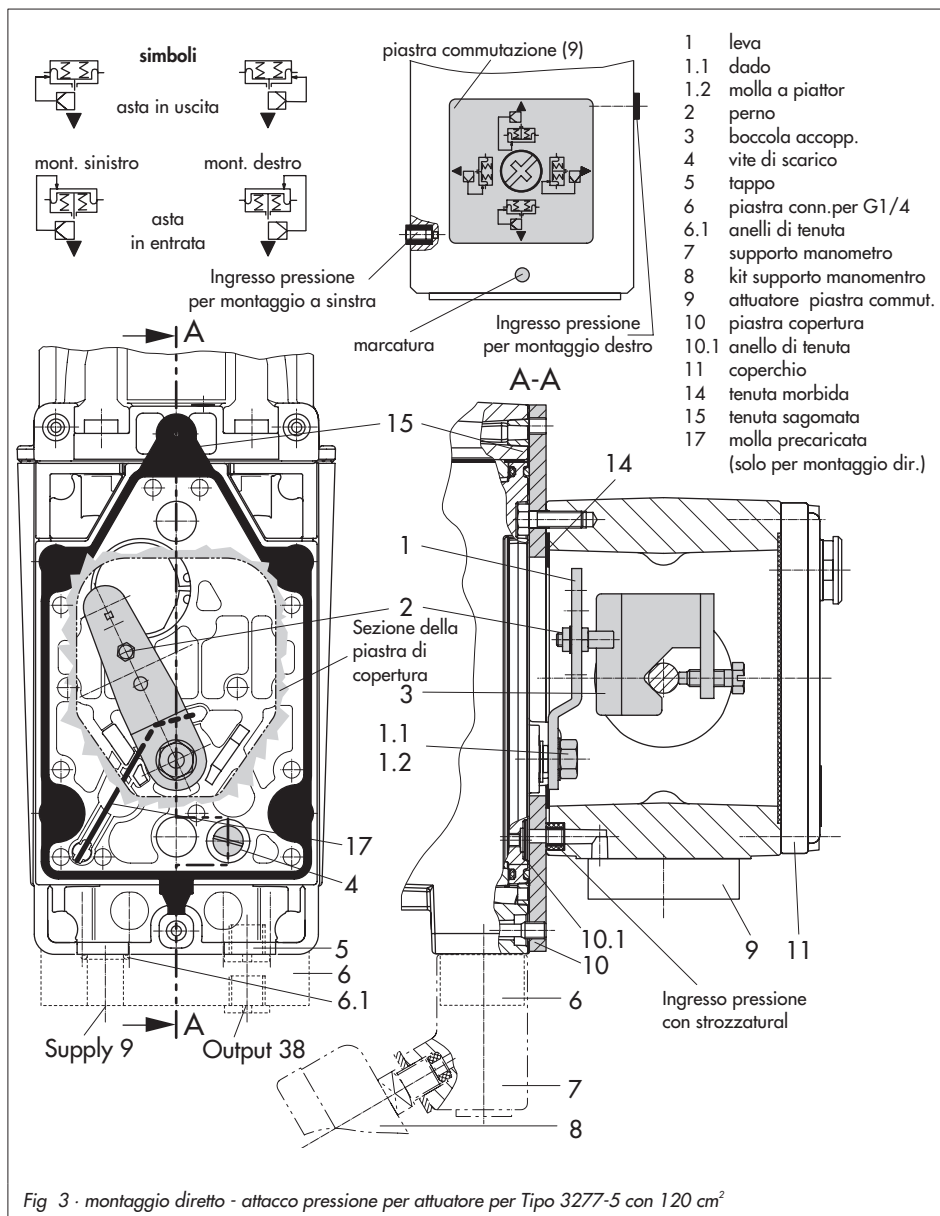

Fig 3 - montaggio diretto - attacco pressione per attuatore per Tipo 3277-5 con 120 cm2
5. Fissare la piastra di copertura (10) con il lato più stretto della sezione (fig. 3 a sinistra) in direzione dell'attacco di pressione. La tenuta morbida (14) deve puntare verso il castello dell'attuatore.
6. **Corsa 15 mm:** mantenere il perno (2) sulla leva **M** (1) sul lato posteriore del posizionario in pos. **35** (standard).
**Corsa 7,5 mm:** rimuovere il perno (2) dalla posizione **35**, riposizionarlo nel foro per la posizione **25** e avvitare.
7. Adagiare la guarnizione sagomata (15) nell'apposita sede ricavata sul corpo del posizionario, esercitando sulla stessa una lieve pressione in corrispondenza dei quattro punti di ancoraggio posti sopra le viti del corpo nonché in prossimità dei due inviti posti sulle nicchie dello stesso.
8. Portare la molla precaricata (17) tramite il traversino sotto la leva (1), e posizionarla nel foro del corpo. Appoggiare il posizionario sulla piastra di copertura (10) e avvitare con le sue viti di fissaggio. Controllare se il perno (2) si trova sulla parte superiore della boccola d'accoppiamento (3). La leva (1) deve rimanere con la forza della molla sulla boccola d'accoppiamento.